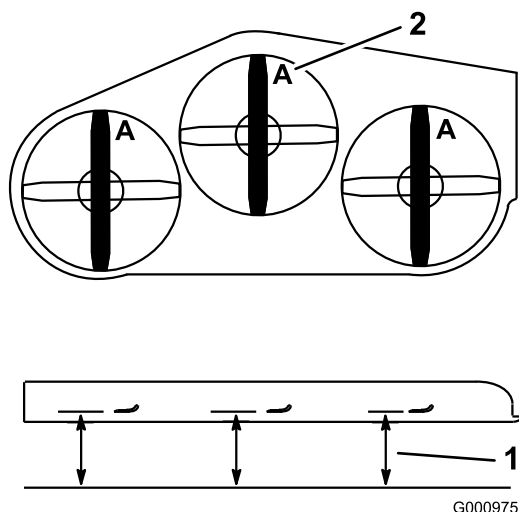

Bild 81
2. Messen Sie von einer ebenen Fläche bis zu den Schnittkante (Stellung A) der Messer (Bild 81).